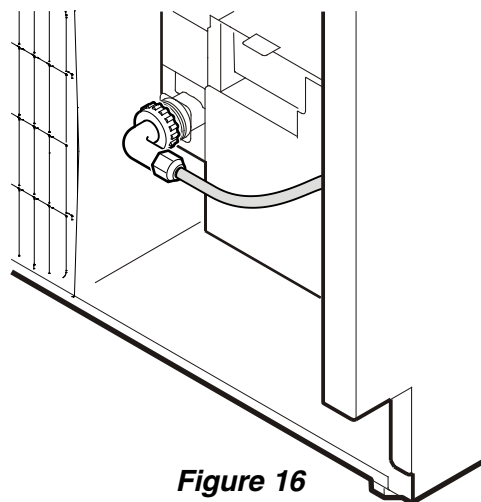

Figure 16
8. Visser l'adaptateur de diamètre extérieur sur l'électrovanne (**Figure 16**).